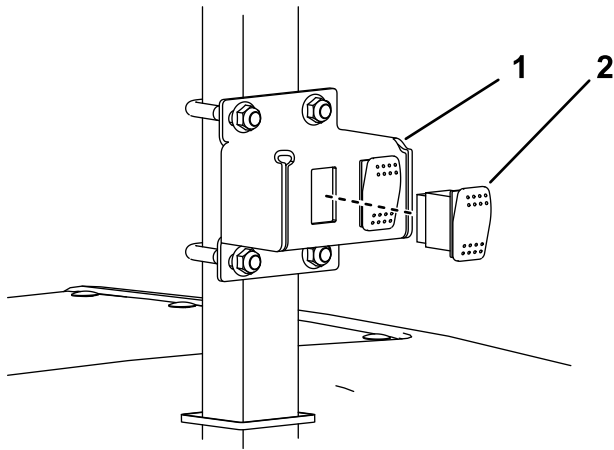

Figure 6
8. Branchez l'interrupteur du gyrophare à l'interrupteur du feu de travail, comme montré à la Figure 6.